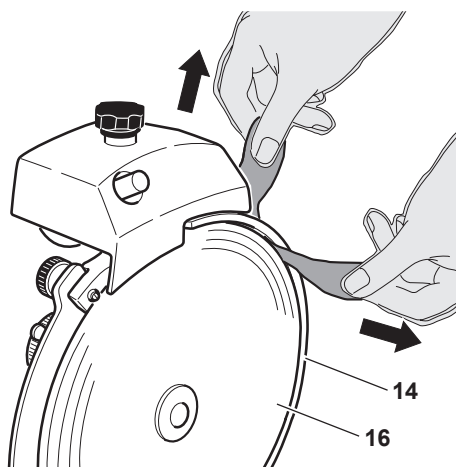

Figure 15-1
7. Insérez prudemment le chiffon entre la lame (16) et l'anneau de protection de la lame (14). Tout en maintenant le chiffon entre la lame (16) et l'anneau de protection (14), passez-le sur la surface intérieure de l'anneau de protection. Répétez cette procédure si nécessaire (Figure 15-1).